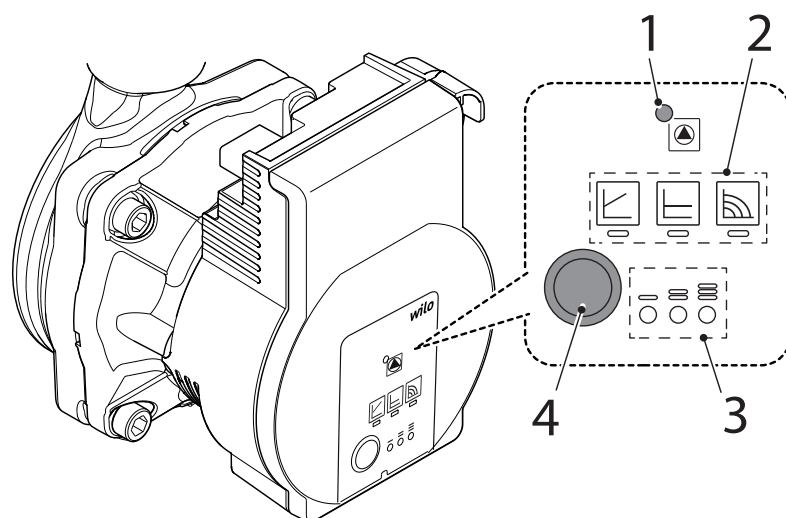

Fig. 10
3.7 BOMBA ACUMULADOR (fig. 10)